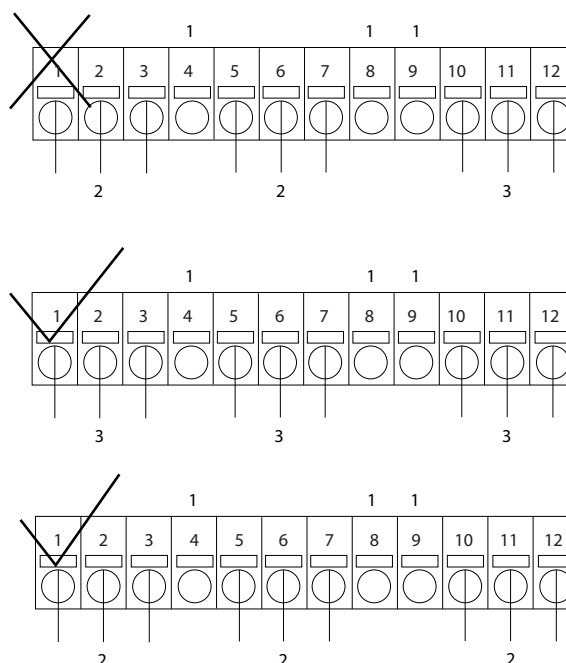

Рисунок 9.13 Правильный способ установки токоведущих кабелей и сигнальной проводки
- Не соединяйте токоведущие части (высокое напряжение) с сигналами управления (PELV). См. *Рисунок 9.13*